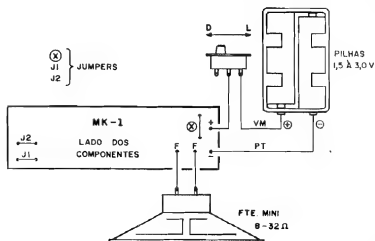

Fig. 4
- FIG. 4 - CONEXÕES EXTERNAS À PLACA (MK1) - Na sua configuração básica, as ligações externas à placa (e o "jumperamento"...) devem ser feitas de acordo com o diagrama (placa ainda vista pela face não cobreada...). Atenção à polaridade da